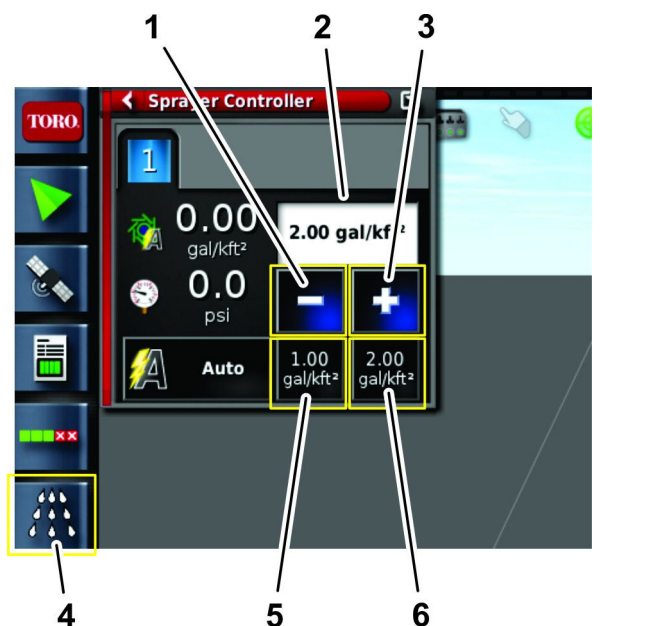

Figura 98
3. Inserite il volume di applicazione desiderato utilizzando le impostazioni predefinite, le icone di incremento o decremento o selezionando l'icona corrente del volume di applicazione target (Figura 98).